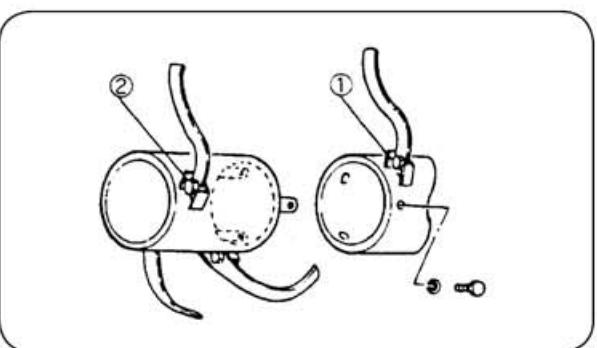

図 55
### 補助ドラムセット(図55、56)
①圃場条件の良い所では、能率を上げるために補助ドラムの取付けは図55のようにドラムの外側の刃受①と補助ドラムローターの外側刃受②とが横から見てほぼ重なるような位置にして3個のボルトで取付けてください。適当に締めてから回転させて芯振れを直してから確実に締付けます。